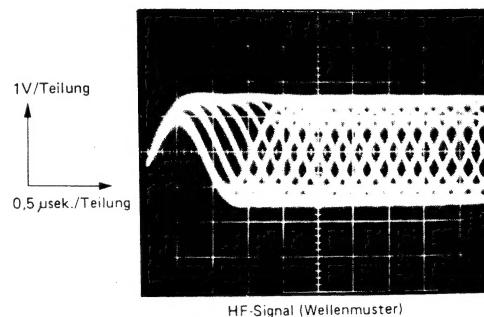

Abb. 10
6) Nun muß das in Abb. 10 dargestellte HF-Signal (Wellenmuster) auf Kanal 1 (CH-1) des Synchroskops erscheinen.